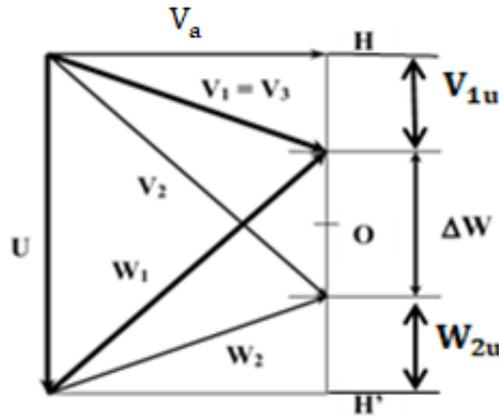

Figure 16.
- Détermination du degré de réaction à partir du diagramme de vitesses, figure 16
Dans les triangles de vitesses dans un étage, figure 16 on a :